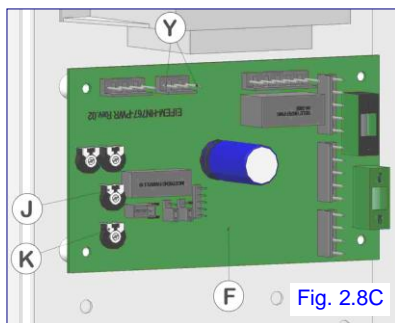

Fig. 2.8C
3-Verificare che le velocità dell'elettroventilatore (C) di (Fig. 2.8A) alla max. e alla min. potenza di riscaldamento siano conformi ai valori delle tabelle dati tecnici 1.8, seguendo le seguenti modalità (Fig. 2.8C):